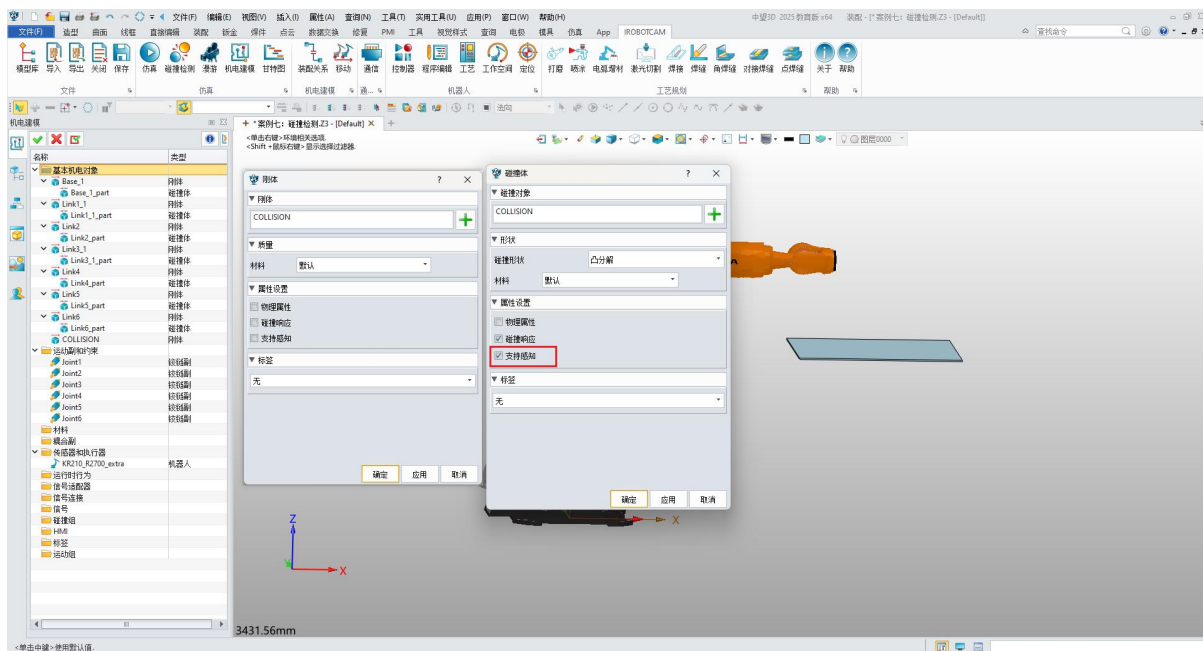

图 11-9: 添加碰撞对象刚体和碰撞体
- ◇ 双击“Default”装配以整体激活它。(图 11-9)